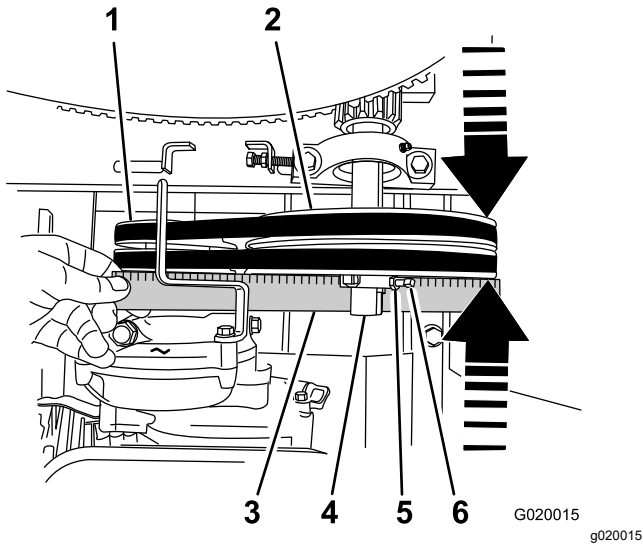

Figura 67
5. Coloque una regla sobre las caras de la polea del motor y de la polea tensora (Figura 67).
- B. Afloje las contratuercas y los tornillos de fijación que sujetan la polea tensora al eje (Figura 67).
- C. Dando golpecitos con un mazo de goma, mueva la polea tensora hacia adelante o hacia atrás en el eje hasta que la polea del motor y la polea tensora estén alineadas con la regla (Figura 67).
- D. Apriete los tornillos de fijación y las contratuercas que sujetan la polea tensora al eje (Figura 67).